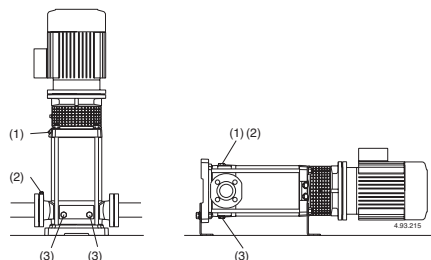

Fig. 4 (1) Fyllning samt luftskruv
Om den sugande funktionen upphör (tryckmanometern svänger eller om trycket minskar/ökar) se till att alla röranslutningar på sugsidan är täta, repetera avluftningen på sugsidan (2), se till att avluftningsskruven (2) samt dräneringspluggen (3) är täta på sugsidan (**fig. 4**).
För att förlänga livslängden skall pumpen som vid pumpning av förorenade vätskor köras med en ren vätska efteråt för att avlägsna partiklar eller, efter dränering genomförs rengöring genom att rent vatten (minst 40 liter) hälls in genom fyllnadspluggen (1) på trycksidan tills det kommer ut genom dräneringshålet (3) på sugsidan (**fig. 4**).
Före demontering, koppla bort strömkabeln från terminalboxen. Stäng ventilerna på sug och trycksidan och töm pumphuset (**fig.4**).